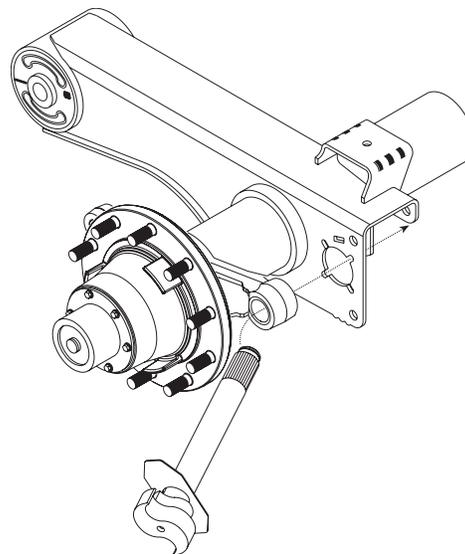

Figura 19: Instalando el ensamble de leva-S
6. **Incline y deslice** el ensamble de la leva-S a través de la araña y la viga (Figura 19). Aún con la maza en su lugar, hay suficiente espacio para inclinar e insertar la leva-S mientras el buje de la araña no haya sido instalado.